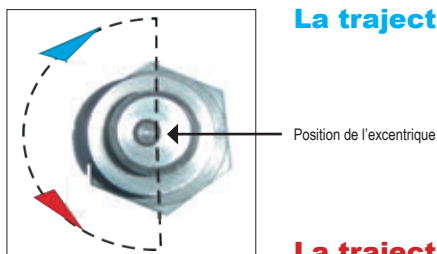

Fig. 4
6. Le marquage montre la position de l'excentrique (Fig. 4).